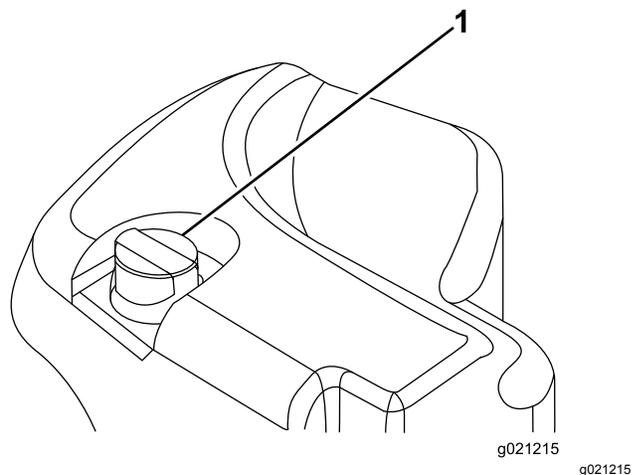

Figure 98
2. Nettoyez la surface autour du goulot et du bouchon de remplissage du réservoir hydraulique (Figure 98). Enlevez le bouchon du goulot de remplissage